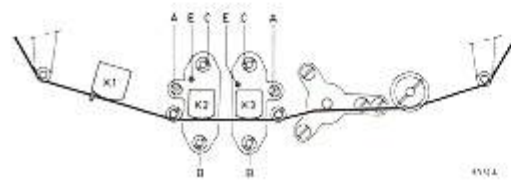

Fig. 6
- Die Lehre gemäss Fig. 6 in das Gerät bringen